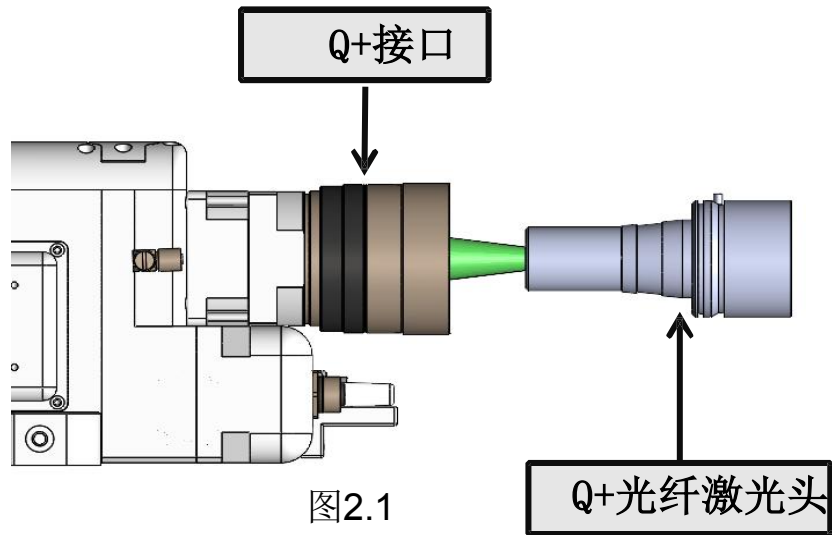

图2.1
- ① 将切割头水平放置，取下头子上的白色帽子与静电贴，取出静电贴和防尘套，如下图2.1所示：